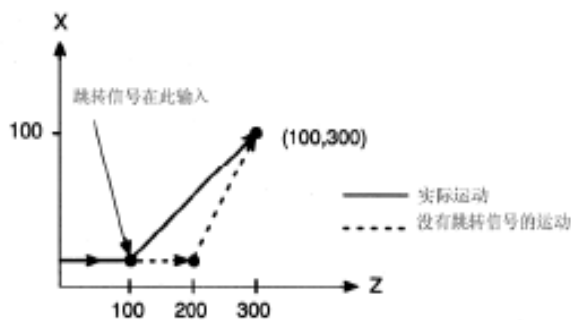

图 3-15
- 10) G31 的下一个程序段是 2 个轴的绝对坐标编程，见图 3-15